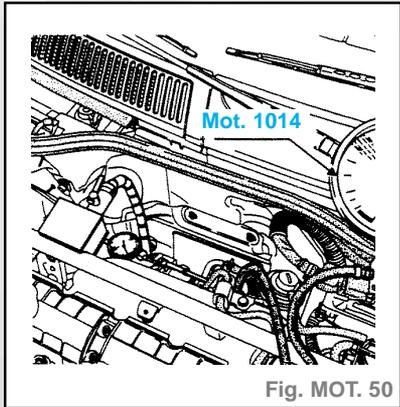

Fig. MOT. 50
- Utiliser un pied magnétique muni d'un comparateur que l'on positionnera en bout de tige de Wastegate (fig. MOT. 50).
- On appliquera une pression montante sur la Wastegate à l'aide du manomètre **Mot. 1014** ou équivalent (fig. MOT. 50).